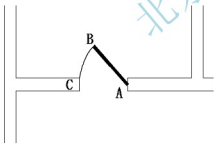

图 2.93 绘制门扇的轨迹线
- ② 在**指定圆弧的第二个点或 [圆心 (C)/ 端点 (E)]**: _c 指定圆弧的圆心: 提示下, 捕捉 A 点作为圆弧的圆心。
- ③ 在**指定圆弧的端点或 [角度 (A)/ 弦长 (L)]**: 提示下, 捕捉 C 点作为圆弧的端点。
通过①、②、③步指定圆弧的起点、圆心和端点, 绘制出了圆弧 (门扇的轨迹线), 如图 2.93 所示。